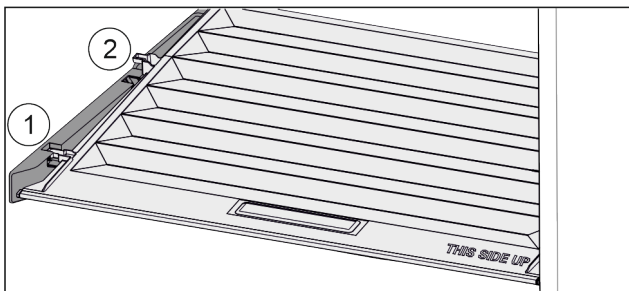

Fig. 137
- ▶ Dra locket framåt Fig. 137 (1) till öppningen i fästdelarna.
- ▶ Lyft det baktill underifrån och ta ut Fig. 137 (2) det uppåt.